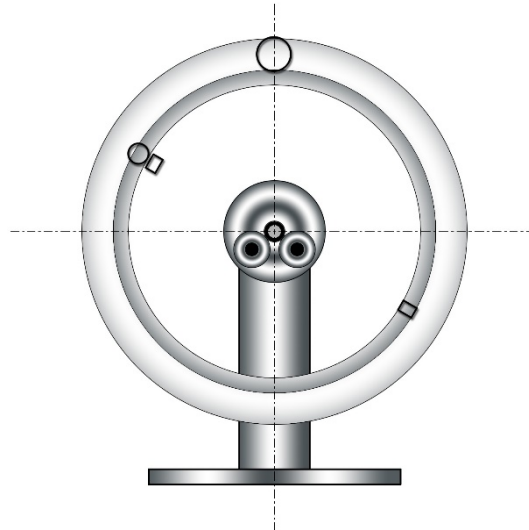

Abbildung 3 Ruhelage neutrale Felge mit montiertem Reifen
6. Ziehen Sie den Reifen auf die neutrale Felge und lassen Sie diese auspendeln. Die leichteste Stelle ist nun erneut oben. (Abbildung 3 Ruhelage neutrale Felge mit montiertem Reifen). Markieren Sie diese Stelle in einer anderen Farbe.